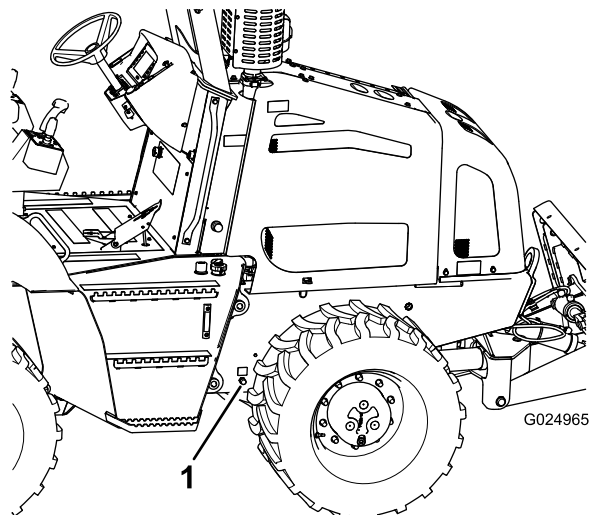

Figura 64
4. Coloque un recipiente de vaciado con capacidad mínima de 20 l debajo del orificio de vaciado de aceite del motor (Figura 64).
5. Retire el tapón del orificio de vaciado y deje que el aceite del motor drene por completo (Figura 64).
7. Coloque el tapón en el orificio de vaciado (Figura 64).
1. Retire el tapón de llenado de aceite de la tapa de la válvula, girando la tapa y tirando de ella hacia arriba (Figura 64).